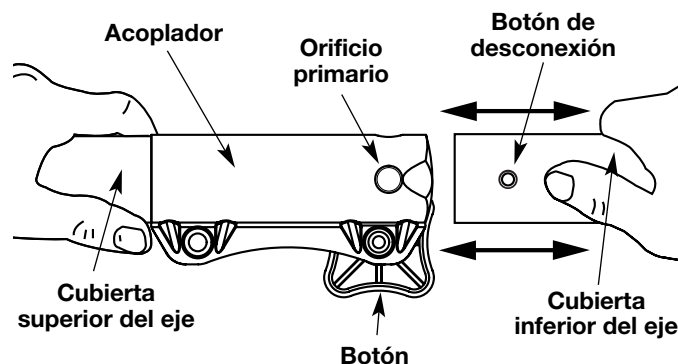

Fig. 2
3. Mientras sostiene el bastidor del eje superior con firmeza, tire del accesorio en línea recta fuera del acoplador (Fig. 2).
3. Mientras sostiene el accesorio con firmeza, empujelo en línea recta en el acoplador (Fig. 2).